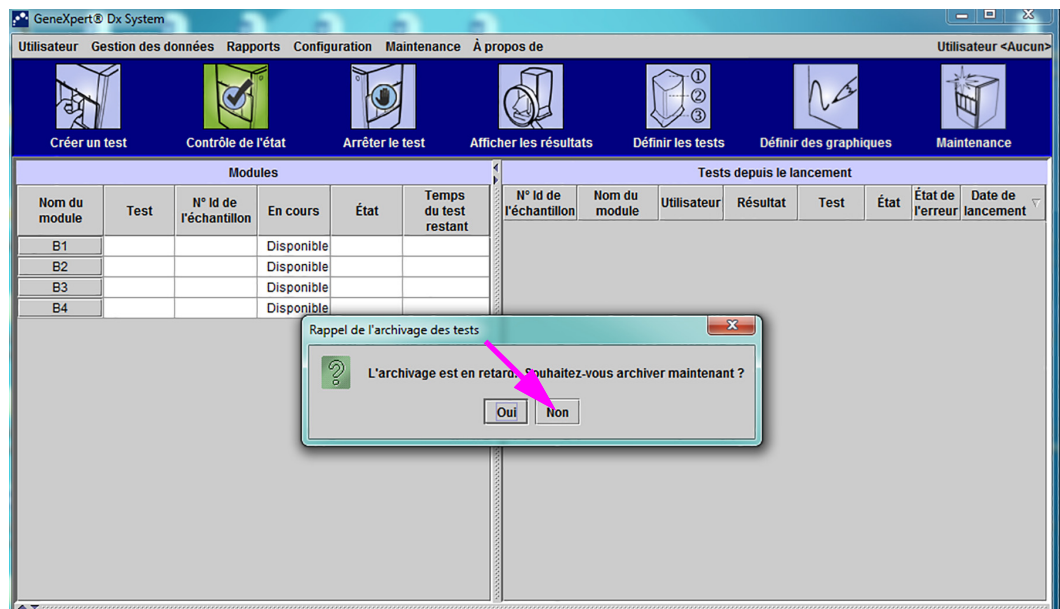
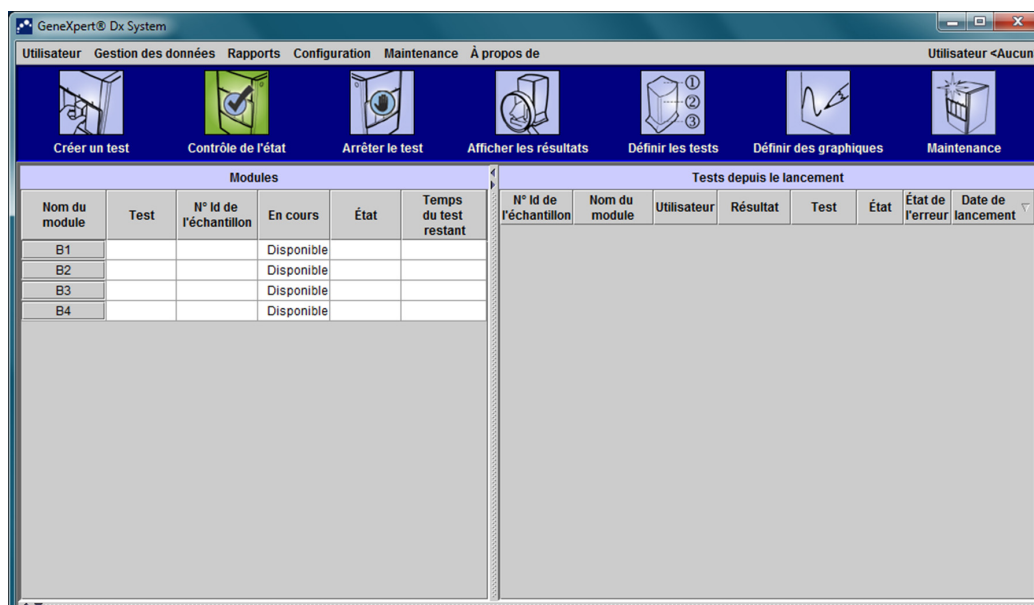

Figure 2-54. Fenêtre du système GeneXpert Dx avec la boîte de dialogue Rappel de l'archivage des tests affichée
Figure 2-55. Fenêtre GeneXpert Dx System
3. Cliquez sur **NON** dans la boîte de dialogue Rappel de l'archivage des tests (voir la Figure 2-54). L'écran du système GeneXpert Dx s'affiche (voir la Figure 2-55).
Il est nécessaire de définir l'administrateur et les autres utilisateurs du GeneXpert Dx System avant de commencer à utiliser le logiciel Système GeneXpert Dx. Toutes les fonctions de l'administrateur sont accessibles à partir du menu Configuration dans la fenêtre GeneXpert Dx System. Voir Figure 2-55.